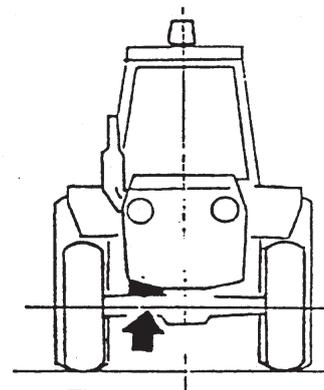

Fig. 17
- Im äußersten Falle und nur während der Arbeit das vordere Achsgelenk blockieren, indem man ein Abstandstück zwischen Rahmen und Achse einsetzt (FIG. 17).